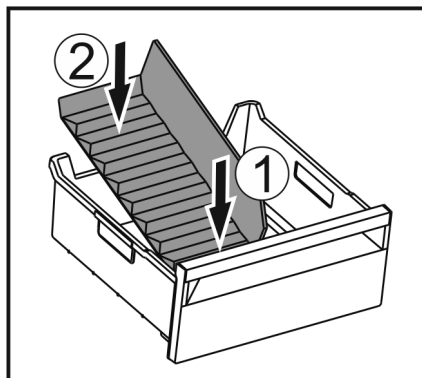

Fig. 127
- Installer la partie avant du séparateur de congélateur. Fig. 127 (1)
- Abaisser la partie arrière du séparateur de congélateur jusqu'au fond du tiroir. Fig. 127 (2)